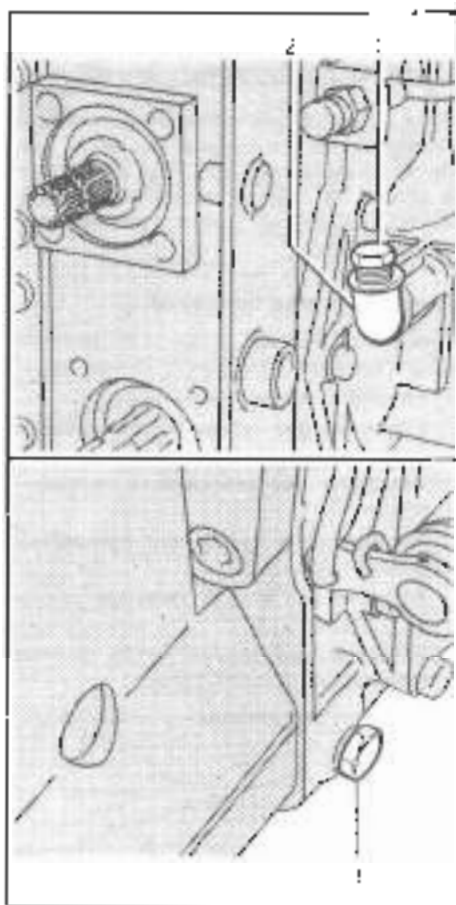

Fig. 16 - Bild 16
Scatola del ponte posteriore: controllare il livello dell'olio (vedere la fig. 16); allo scopo svitare il tappo (1). Il livello è regolare quando l'olio arriva a trattenere da 10 a 15 mm (2).
Rear axle housing: check oil level (see fig. 16); to do so, unscrew filler (1); oil level is correct when overflows from the elbow fitting (2).
Carter du pont arrière: contrôler le niveau de l'huile (voir fig. 16); dans ce but dévisser le bouchon (1). Le niveau est correct si l'huile déborde du raccord à coude (2).
Hinterachsbrücke: den Ölstand durch Abschrauben der Verschlusschraube (1) prüfen (siehe Bild 16). Der Ölstand stimmt, wenn das Öl beginnt aus der Winkelverschraubung (2) überzulaufen.
Scatola del ponte posteriore: sostituire l'olio (vedere la fig. 16). Togliere il tappo di scarico (3) posto sul lato sinistro della scatola ed il tappo di rifornimento (1) per facilitare lo scarico; lasciare sgocciolare. Rifornire quindi con olio prescritto dopo aver rimesso il tappo inferiore, fino a quando l'olio inizia a traboccare dal raccordo a gomito (2).
Rear axle housing; change oil (see fig. 16). Remove the drain plug (3) located on the left hand side of the housing as well as refill (1) to make bleeding easier. Let oil drip out. Refill with the prescribed fresh oil after replacing the lower plug until the oil begins overflowing from the elbow fitting (2).
Carter du pont arrière; changer d'huile (voir fig. 16). Enlever le bouchon de vidange (3) situé sur le côté gauche du carter et le bouchon de remplissage (1) pour faciliter la vidange; laisser égoutter. Refaire le plein avec l'huile indiquée après avoir enlevé le bouchon inférieur. Le niveau est normal si l'huile déborde du raccord à coude (2).
Schaltgetriebe: das Öl wechseln (siehe Bild 16). Die Ablassschraube unter dem Schaltgetriebegehäuse (2), sowie den mit Messtab versehenen Verschlussdeckel (1) abnehmen, um den Ablass zu erleichtern. Die Krafthebelarme ganz senken um den vollständigen Ölabblass aus dem Hydraulikzylinder zu ermöglichen; austropfen lassen. Nach Wiedermontage der unteren Verschlusschraube die Nachfüllung mit dem vorgeschriebenen Öl vornehmen. Den Motor über einige Sekunden hinaus anlassen um die Rohrleitungen des hydraulischen Systems vollständig zu füllen und den Ölstand wiederholt kontrollieren.
Hinterachsbrücke: das Öl wechseln (siehe Bild 16). Die Verschlusschraube (3) auf der linken Seite des Gehäuses entfernen, sowie den Einfülldeckel (1) abnehmen, um den Ablass zu erleichtern; abtropfen lassen. Nach Wiedermontage der unteren Verschlusschraube die Nachfüllung mit dem vorge-